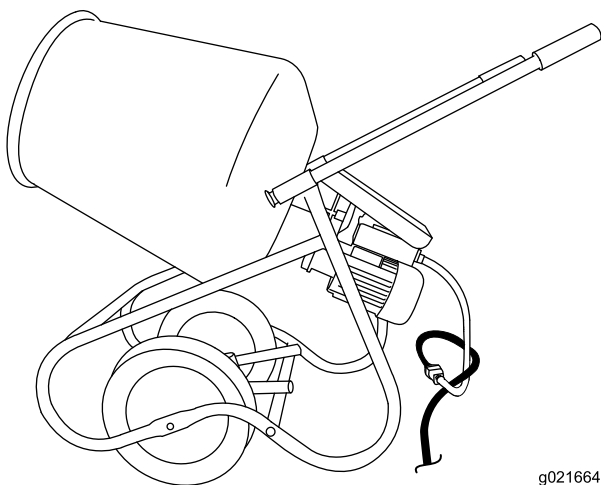

Figura 12
**Nota:** Conecte el cable de alimentación al cable alargador, según se muestra en Figura 12.